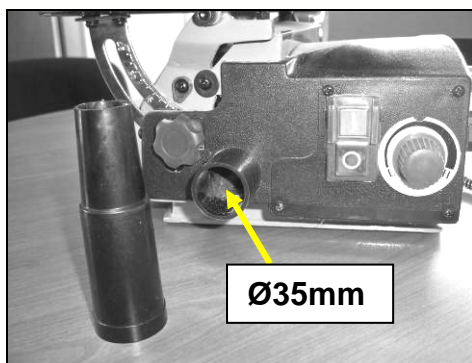
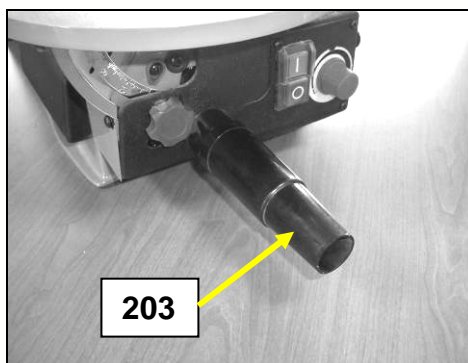

Fig 14
Fig 15
- La machine est équipée d'une sortie d'extraction de poussière de diamètre 35mm (Voir Fig 14) et d'un adaptateur conique (203) allant de 41 à 27mm (cotes extérieures) (Voir Fig 15).